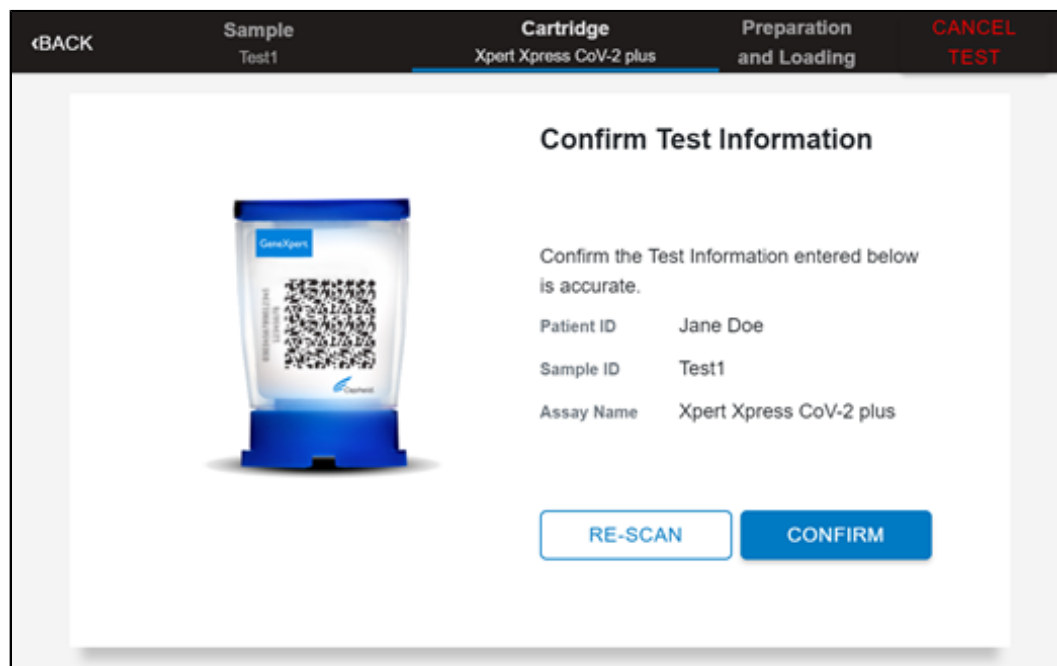

Figure 18. Écran Confirmer les informations du test (Confirm Test Information)
5. Vérifier que la bonne cartouche a été lue et que le nom du test indiqué sur l'écran correspond au nom du test indiqué sur la cartouche (voir la Figure 18).